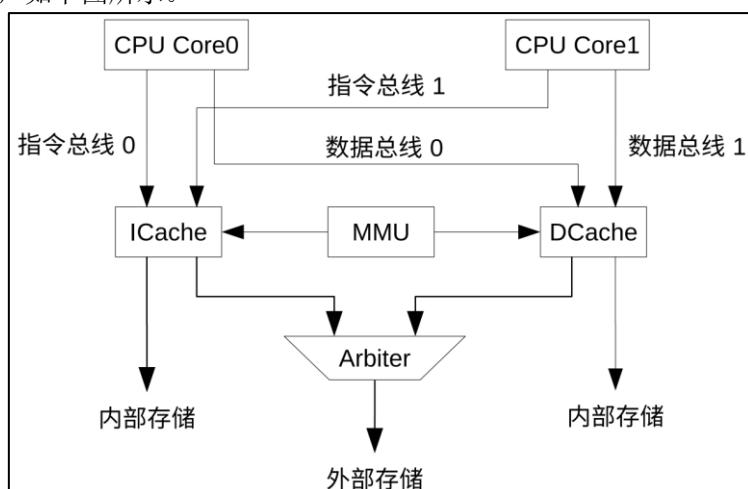

图 3.5.1.2.1 Cache 系统框图
图 3.5.1 中的⑦、⑧和⑨可见。CPU 借助高速缓存 (Cache) 来访问外部存储器。Cache 将根据内存管理单元 (MMU) 中的信息把 CPU 指令总线或数据总线的地址变换为访问片外 flash 与片外 RAM 的实地址。经过变换的实地址所组成的实地址空间最大支持 1 GB 的片外 flash 与 1 GB 的片外 RAM。前面我们讨论知道，ESP32-S3 采用双核共享 ICache 和 DCache 结构，以便当 CPU 的指令总线和数据总线同时发起请求时，也可以迅速响应。当双核同时访问 ICache 时，系统会做以下判断，如下图所示。